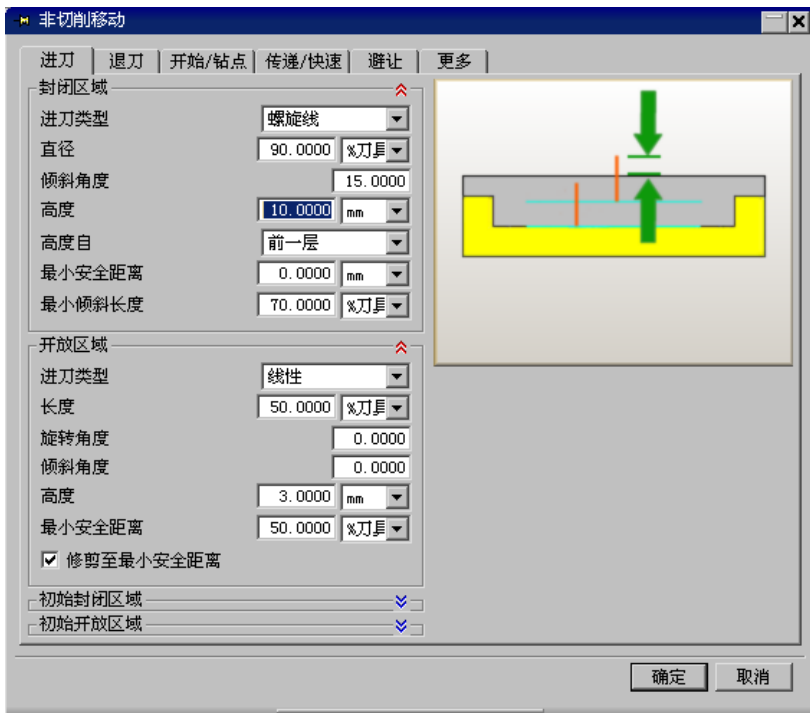

图 4.2.23 “非切削移动”对话框
Step2. 单击“非切削移动”对话框中的 **进刀** 选项卡，在 **进刀类型** 下拉列表中选择 **螺旋线** 选项，在 **封闭区域** 中的 **高度** 文本框中输入值 10.0，其他参数的设置如图 4.2.23 所示，单击